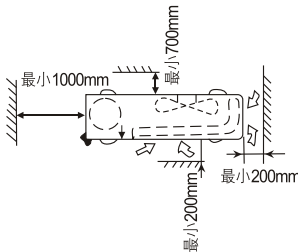

图4 机器户外部分所需空间
- (1)安装场所必须满足如下要求：
- 确定机器四周留有充分空间，并尽可能地远离障碍物，以便操作和维修。见图4。机组安装处应有二个以上方向是敞开的。
- (2)安装